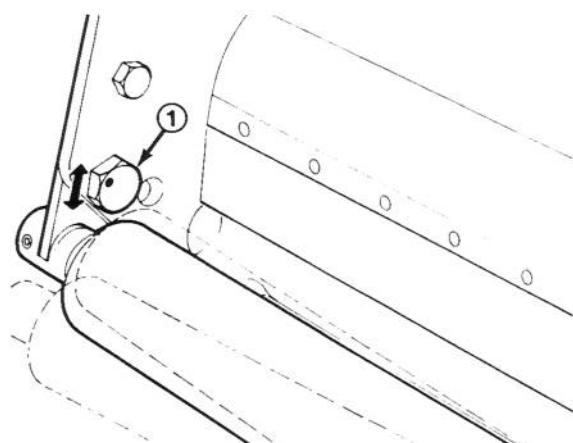

Figure 6
7. Tout en maintenant fermement le tambour sur la plaque, équilibrer le rouleau en faisant tourner le boulon du pivot inférieur gauche du rouleau. Le boulon du pivot dispose d'un filetage décentré qui agit comme une came lorsqu'on le fait tourner et permet de lever ou de baisser le rouleau. Sur la tête du boulon, il y a un point d'identification (Fig.6) qui indique le décentrage du boulon. Ce point indique dans quelle direction l'extrémité gauche du rouleau se déplace lorsque le boulon est tourné.